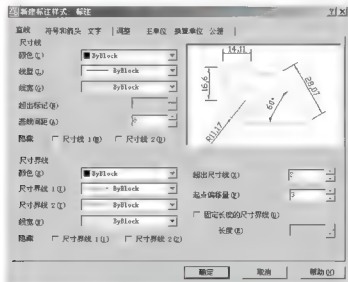

图 3.21 【直线】选项卡的设定
(3) 单击【继续】按钮, 打开【新建标注样式: 标注】对话框, 该对话框中共有 7 个选项卡, 下面分别来设定。
① 【直线】选项卡的设定如图 3.21 所示。
2mm×100=200mm,【超出尺寸线】(图 3.21)尺寸变为2mm×100=200mm。在打印时,又将图整体缩小到原来的1/100,所以出图后【箭头大小】尺寸为200mm/100=2mm,【超出尺寸线】尺寸为200mm/100=2mm,和《房屋建筑制图统一标准》内规定的尺寸是一致的。